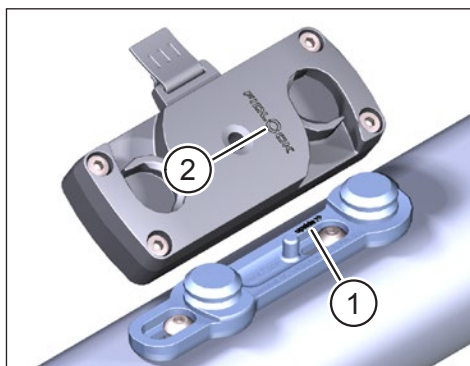

Fig. 2: Orientación de la base para bicicleta FIDLOCK® y del conector FIDLOCK® Force
- Observe la inscripción grabada "**upside>>**" cuando monte en la Base para Bicicleta FIDLOCK® (Pos. 1 en Fig. 2). El borde superior del logotipo FIDLOCK® (Pos. 2 en Fig. 2) en el Conector de Fuerza FIDLOCK® debe apuntar en la dirección de la flecha de "**upside >>**".